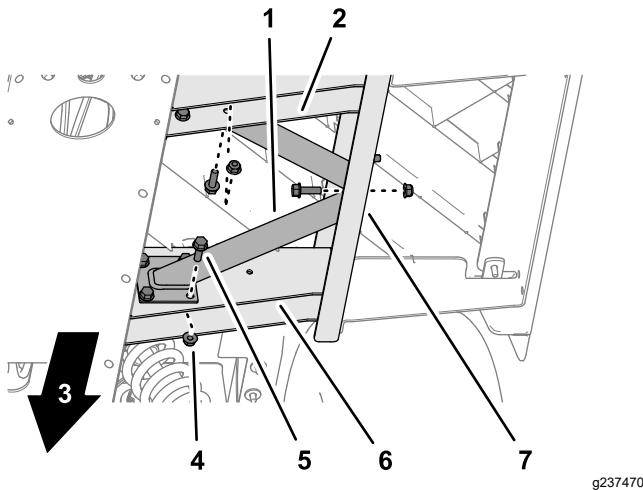

Bild 19
1. Fluchten Sie die Löcher in der Bodenstrebe mit den Löchern aus, die Sie in die Seitenkanal- und Bodenkanäle gebohrt haben (Bild 19).
2. Montieren Sie die Bodenstrebe mit zehn Bundkopschrauben (5/16" x 1") und zehn Sicherungsbundmuttern (5/16") an den Seitenkanal- und Bodenkanälen, wie in Bild 19 abgebildet.